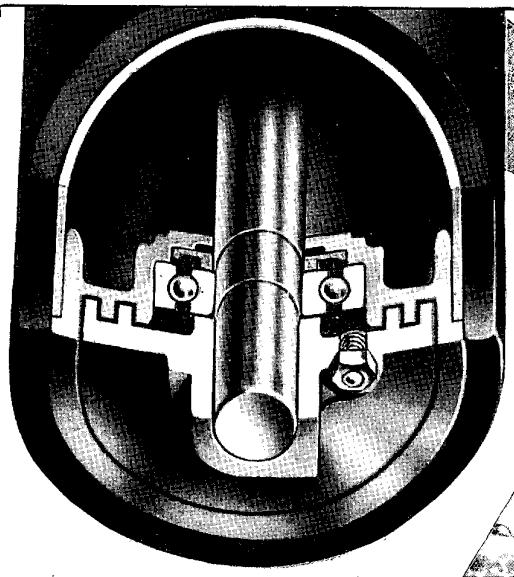
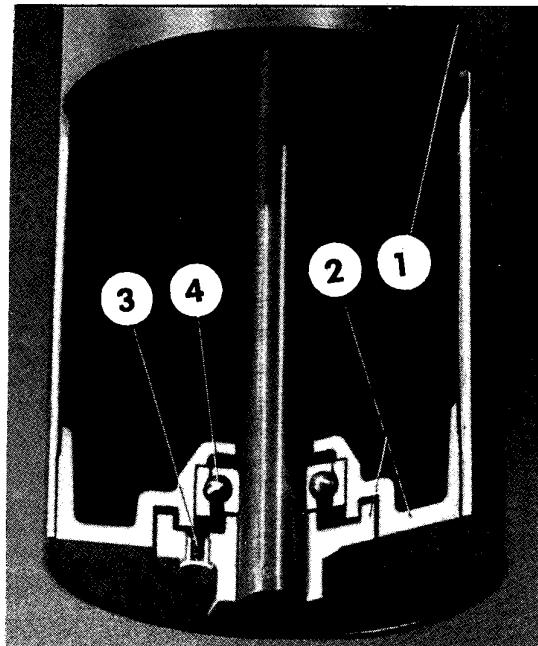

Bild 206: Tragrollenlagerung der A.-G. für Bergwerksbedarf
Bild 207: Tragrollenlagerung der Westfälischen Maschinenbau-Gesellschaft.
Die Aktiengesellschaft für Bergwerksbedarf, Wuppertal-Elberfeld, bildet die Lagerung durch hochdruckgeschmierte Präzisions-Kugellager mit Labyrinthabdichtung aus. Die Rollen bestehen aus Siedestahlrohr und in der Spezialanfertigung haben sie eine vulkanisierte Gummibandage (Bild 206). Das Lager der Westfälischen Maschinenbau-Gesellschaft, Unna, hat ein nahtloses Rohr (1) (siehe Bild 207) mit Rollenboden und -deckel aus Aluminium-Präzisionsguss (2), Schmierhügel für Preßschmierung (3) und Präzisions-Kugellager (4). Man erkennt, dass konstruktiv praktisch kein Unterschied besteht. Beide Firmen bauen noch andere Lager mit Dauerschmierung. Die Schmierungsart richtet sich nach dem Verwendungszweck der Transportanlage.